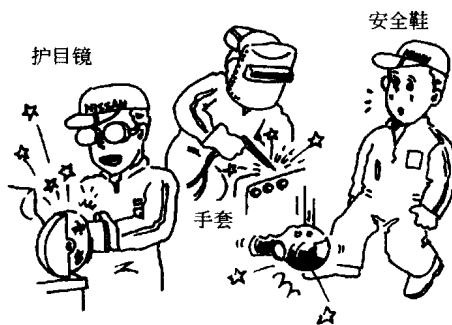

图 2-2 工作鞋和工作手套
(2) 工作鞋和工作手套。如图 2-2 所示，工作时要穿安全鞋。因为穿着凉鞋或运动鞋很危险，易摔倒并因此降低工作效率。他们还能使穿戴者容易因为偶然掉落的物体而受到伤害。提升重的物体或拆卸热的排气管或类似的物体时，建议戴上手套。然而，对于普通的维护工作戴手套并非一项必需的要求。根据要做的工作类型来决定是否必须戴手套。